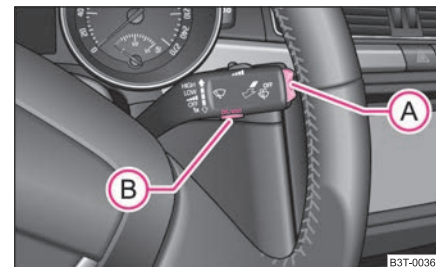
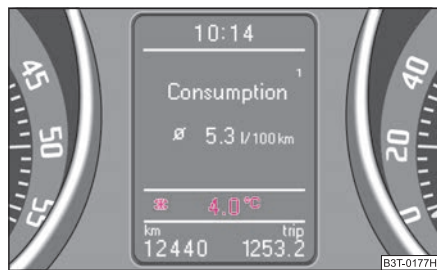

Fig. 6 Indicador multifunción: Elementos de mando
Fig. 8 Temperatura exterior
La conmutación de la memoria se efectúa por medio de la tecla **(B)** ⇒ fig. 6 en la palanca de limpiacristales o por medio de la tecla **(D)** en el volante multifunción* ⇒ página 16.
La tecla basculante **(A)** y la tecla **(B)** se encuentran en el puño de la palanca del limpiaparabrisas ⇒ fig. 6.
Si la temperatura exterior disminuye por debajo de +4 °C, aparecerá delante de la indicación de la temperatura un símbolo de copo de nieve (señal de advertencia para calzada helada) ⇒ fig. 8 y sonará una señal acústica de aviso. Después de pulsar la tecla basculante (A) en la palanca de limpiacristales ⇒ página 15, fig. 6 o la tecla (C) en el volante multifunción ⇒ página 16, fig. 7 se reproducirá la función que se ha visto como última.
En la pantalla aparece el tiempo de marcha desde la última vez que se borró la memoria. Cuando desee medir el tiempo de marcha a partir de un momento determinado, deberá poner en este momento preciso la memoria a cero, pulsando para ello la tecla (B) en la palanca de limpiacristales ⇒ página 15, fig. 6 o la rueda moletada (D) en el volante multifunción* ⇒ página 16, fig. 7 durante más de 1 segundo.
Cuando desee medir el consumo medio a partir de un periodo determinado, deberá poner a principio de la medición la memoria a cero, por medio la tecla (B) en la palanca de limpiacristales ⇒ página 15, fig. 6 o la rueda moletada (D) en el volante multifunción* ⇒ página 16, fig. 7. Tras borrarla, en la pantalla aparecerán guiones en los primeros 100 metros recorridos.
En el display aparece el kilometraje recorrido desde la última vez que se borró la memoria ⇒ página 15. Cuando desee medir el kilometraje recorrido a partir de un momento determinado, deberá poner en este momento preciso la memoria a cero, pulsando para ello la tecla **B** en la palanca de limpiacristales ⇒ página 15, fig. 6 o la rueda moleteada **D** en el volante multifunción* ⇒ página 16, fig. 7.
a cero, por medio la tecla **B** en la palanca de limpiacristales ⇒ página 15, fig. 6 o la rueda moleteada **D** en el volante multifunción* ⇒ página 16, fig. 7.